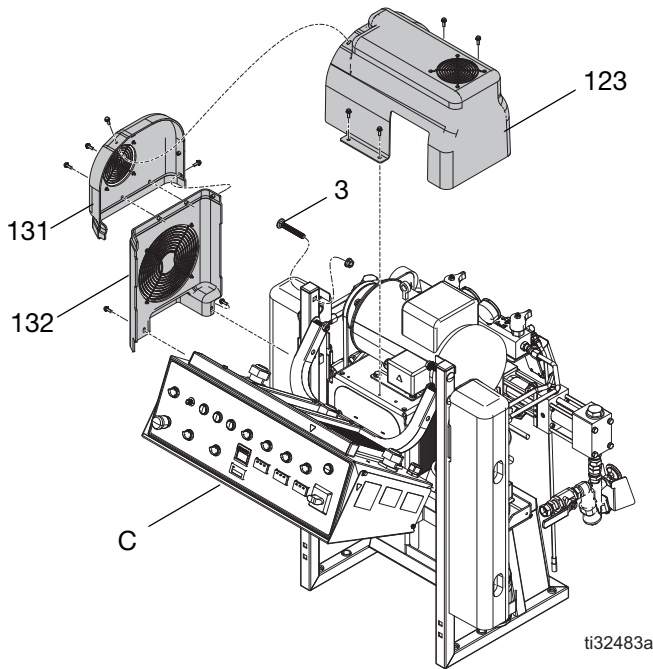
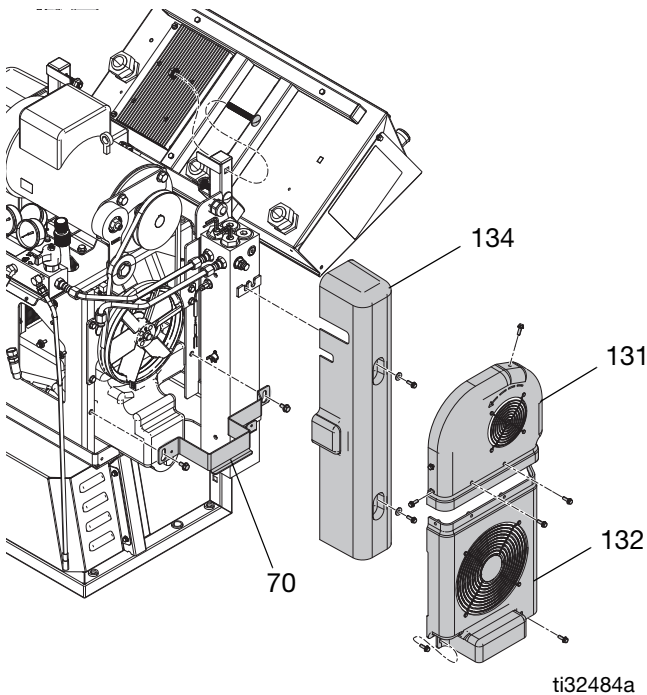

図 63
図 64
6. モーターとベルトカバー (123、131) を取り外します。カバー (123) を上げ、シルバーのブラケット (70) ファスナーをゆるめます。シルバーのブラケット (70) をファスナーから取り外し、脇に置きます。ベルトカバー (131、132) を取り外します。ヒーターカバー (123) を取り除きます。図 63 および 図 64 を参照してください。